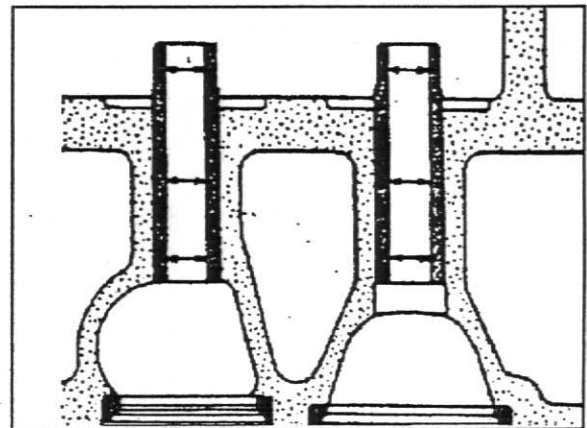

Fig. 15
3. Verifique o diâmetro do furo guia com um medidor de diâmetro interno em três posições. Admissão e Escape: 9,525 - 9,550 mm ou 0,3750 - 0,3760 pol, fig. 15.